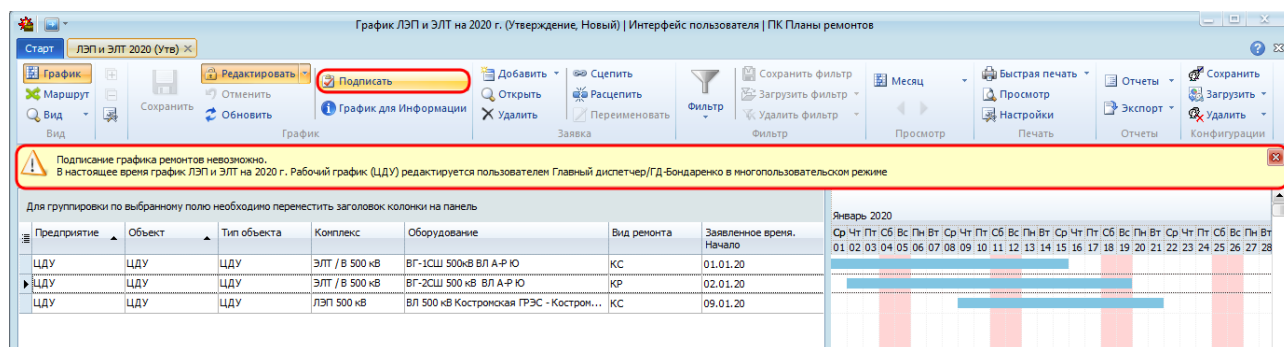

Рисунок 10.69 – Отображение информации о невозможности подписания
- если на момент подписания график редактируется другими пользователями, то подписание невозможно: выводится предупреждающее сообщение (Рисунок 10.69) (подробнее про подписание графика см. раздел «10.12 Подписание графика»);